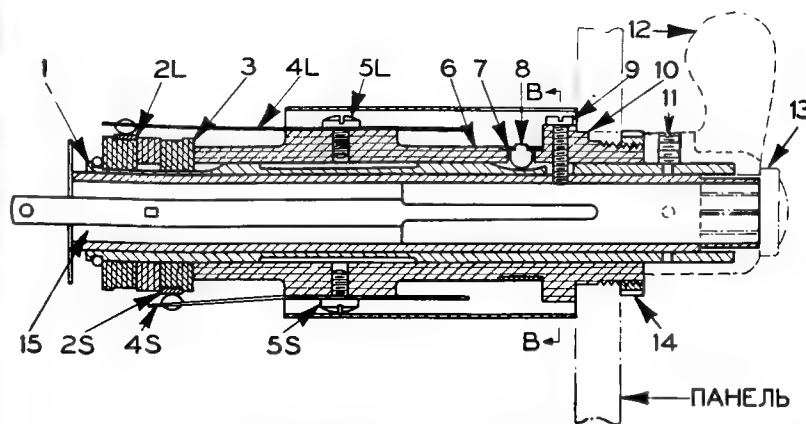
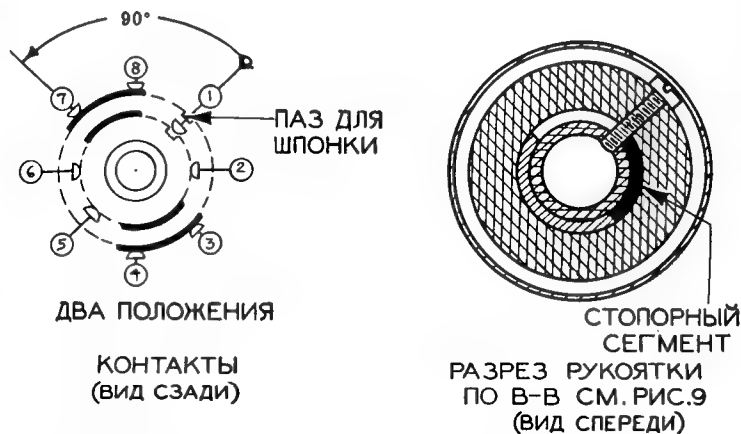
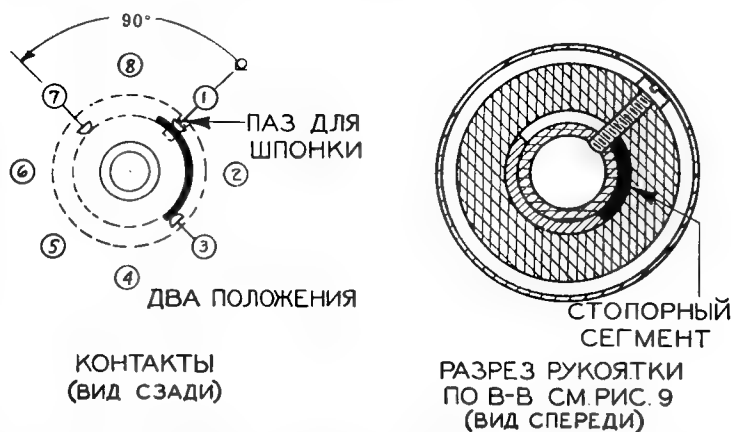
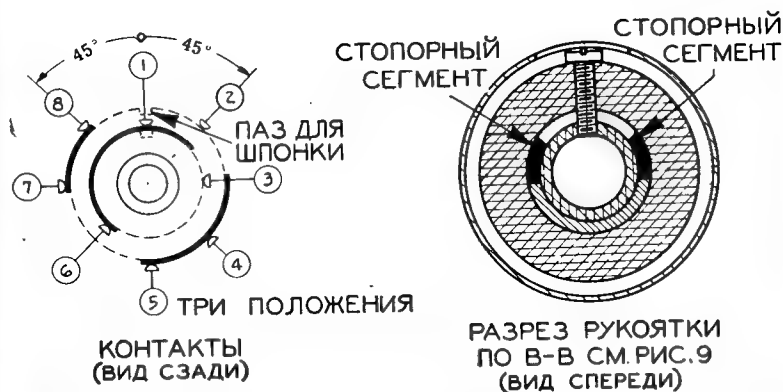

Рис. 9. Вид рукоятки в продольном разрезе.
Рис. 10. Расположение контактов и стопорного сегмента для стрелочной рукоятки настольного аппарата, два положения, ход  $90^\circ$ .
Рис. 11. Расположение контактов и стопорного сегмента для рукоятки направления движения настольного аппарата.
Рис. 12. Расположение контактов и стопорного сегмента для сигнальной рукоятки настольного аппарата.
**4. Рукоятки (рис. 9)**
Длинные контактные пружины 4L (рис. 9) и короткие пружины 4S прикрепляются к корпусу из пластмассы 6 при помощи одного винта 5L или 5S. Их легко можно вынуть и заменить или переставить. Давление на контакты, измеряемые у конца контакта, должно быть 60 до 65 грам.
Контактные сегменты 2L и 2S (рис. 9) имеются различной градусности: 45° (рис. 10), 90° (рис. 11), 135° (на рисунке не показан, так как он не употребляется в данной схеме), и 180° (показан на внутренней периферии корпуса рукоятки — рис. 12).
- 1) снимите колпачек 13 (рис. 9);
- 2) выньте стопорные сегменты и переместите их в необходимые положения, см. рис. 10 по 15;
На внутреннем кружке этих схем показывается расположение коротких контактов, как например, 4S, рис. 9; на внешнем кружке показывается расположение длинных контактов, как например, 4L, рис. 9.